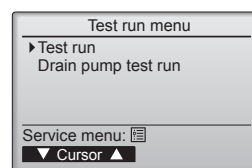

Fig. 6-4
- ④ Selecteer "Test run" (Proefdraaien) met de toets [F1] of [F2] en druk op de toets [✓]. (Fig. 6-4)